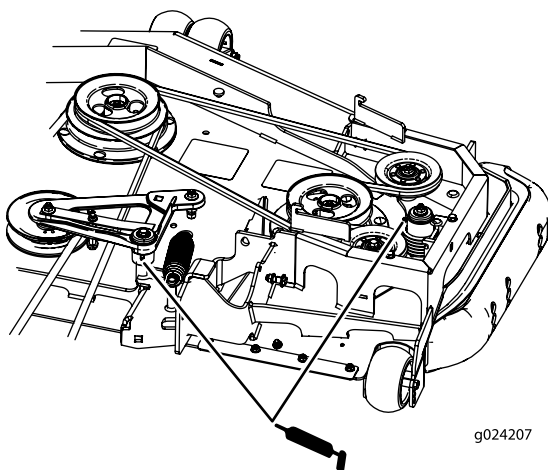

Figura 40
7. Lubrificate i bracci di rinvio della cinghia del piatto di taglio (Figura 40).